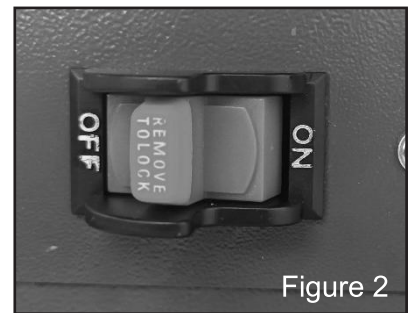

Figure 2
2. Pour démarrer la machine, appuyez sur le bouton rouge « MARCHE » (figure 2).
3. Pour arrêter la machine, appuyez sur le bouton rouge marqué « ARRÊT » (figure 2).